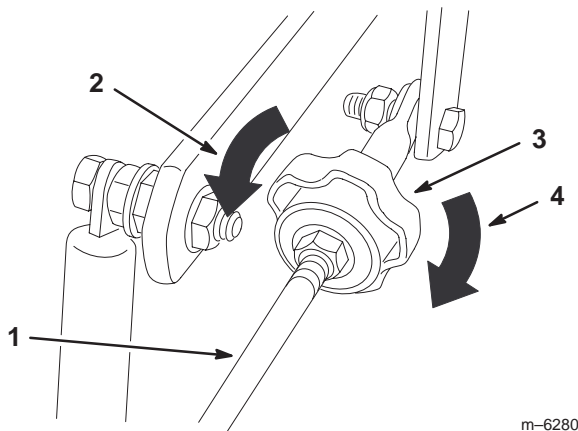

Figure 52
4. Pour que la machine tire à droite, tournez le bouton vers la droite de la machine (voir la figure 52).
5. Pour que la machine tire à gauche, tournez le bouton vers la gauche de la machine (voir la figure 52).